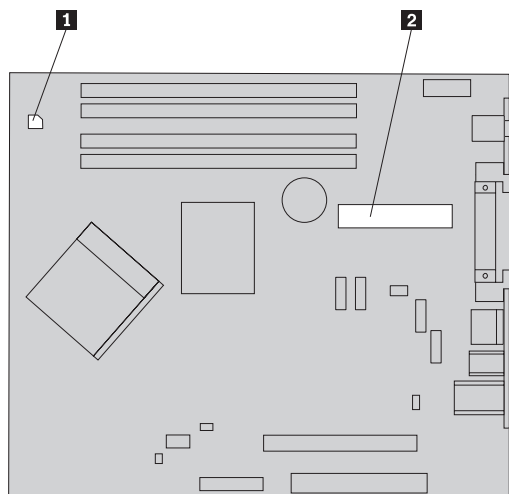

図 19. システム・ボード・コネクタ
6. 電源機構のケーブル **1** および **2** を、システム・ボード・コネクタおよびすべてのドライブから取り外します。図 19を参照してください。